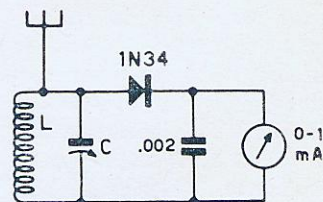

Figura 3
**Ondâmetro com galvanômetro:** um outro tipo de indicador, que geralmente é usado como medidor de intensidade de campo, está ilustrado na figura 3. Em princípio, não passa de um receptor de "galena", no qual o fone foi substituído por um galvanômetro. Pode-se também usar
deflexão total do galvanômetro pode ser calculada por meio da fórmula  $W = I^2 R$ . Neste circuito, a resistência é de 22.000 ohms e a corrente máxima no galvanômetro será igual a 1 mA. Portanto  $W = 22\,000 \times (0,001)^2 = 0,022\text{ W}$  ou seja, 22 miliwatts. Por outro lado, em um ondâmetro como o da figura 3, admitindo-se a resistência do diodo como igual a 100 ohms, ter-se-á uma potência requerida de apenas  $100 \times (0,001)^2 = 0,0001\text{ W}$  isto é, 0,1 miliwatt.